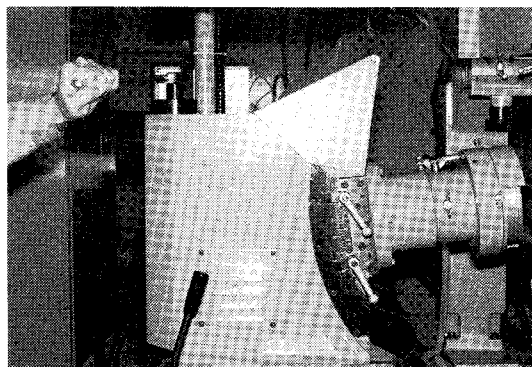

図1-10 砥石頭をバイトの逃げ角の分傾斜させる
(2) 砥石頭の傾斜角をバイトの逃げ角と同じ値となるように調整レバーにて設定する(図1-10)。